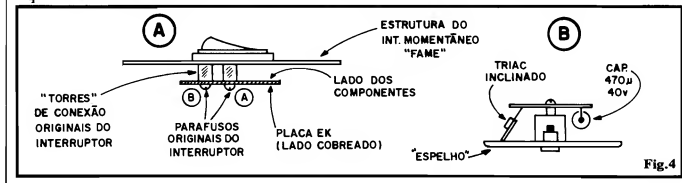

Fig. 4
- FIG. 4 - "CASANDO" A EK COM O INTERRUPTOR - Observem cuidadosamente o diagrama 4-A, no qual enfatiza-se que o lado dos componentes (do Circuito Impresso) deve confrontar a traseira do interruptor momentâneo tipo "FAME" ou "MINI-TOC"... Lembrar que a fixação deve ser feita após alguns cuidados prévios: soldar dois pedaços de fio (de calibre conveniente) aos pontos "X-X" da placa (para posterior conexão à cabagem C.A. já existente na caixa de instalação) e "deitar" um pouco, "para fora" da placa, o TRIAC (TIC216D ou TIC226D), conforme mostra 4-B. Esse "tombamento" do TRIAC se mostrará válido quando da acoplagem do interruptor ao respectivo "espelho". Os parafusos originais existentes nos "toques/terminais" do interruptor tipo push-button N.A. devem ser removidos, e em seguida utilizados para fixação mecânica (e conexão elétrica) da placa da EK, observando (4-A) que as "cabeças" dos ditos parafusos fazem firme contato elétrico com as "auréolas" sobreadas dos próprios furos de fixação, estabelecendo-se, assim, a incorporação do interruptor ao circuito (conforme "esquema" - fig. 1).